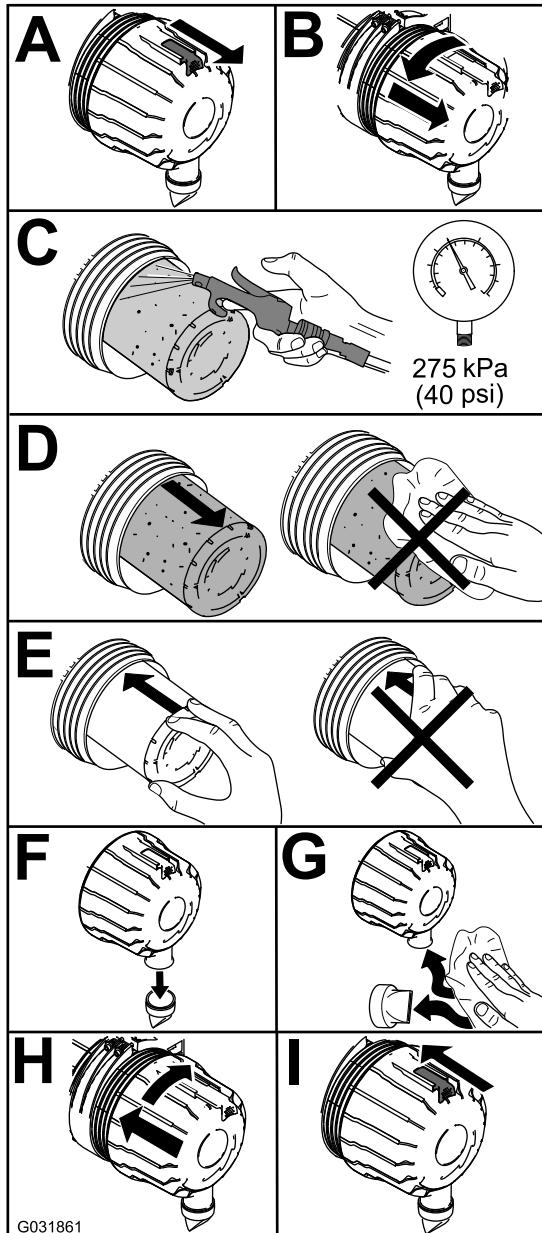

Bild 88
1. Tauschen Sie den Luftfilter aus (Bild 88).